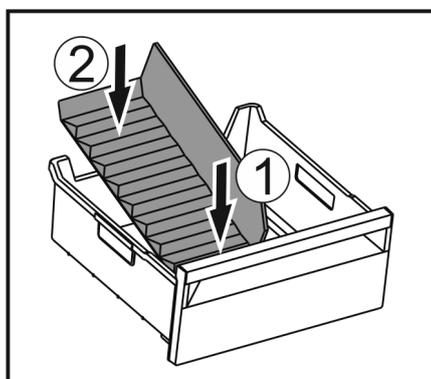

Fig. 55
- ▶ Установите переднюю часть разделителя отделения для льда. Fig. 55 (1)
- ▶ Опустите заднюю часть разделителя отделения для льда на дно выдвижного ящика. Fig. 55 (2)